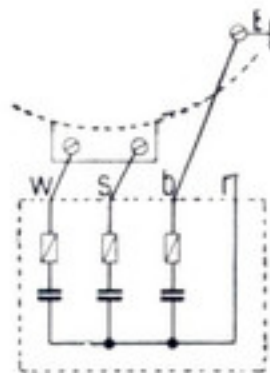

Bild 8
1. Geerdete ortsfeste Maschinen und Apparate: Weiße und schwarze Ader an die Netzeingangsklemmen, blaue Ader an das geerdete Gehäuse des Störers, rote Ader bleibt frei und wird gut isoliert (Bild 8).